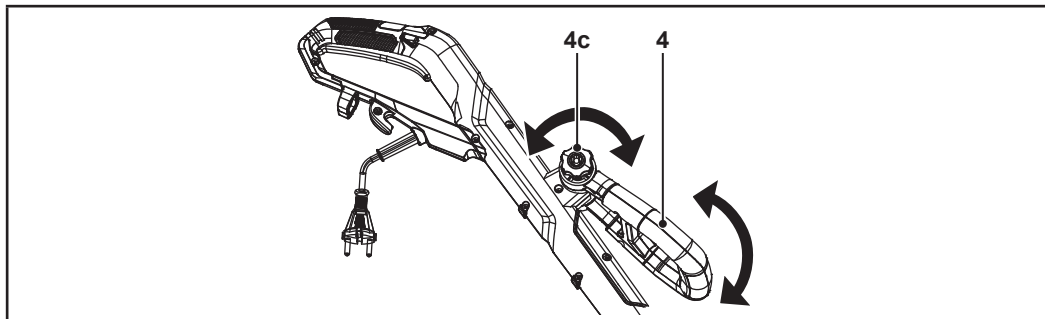

Fig. 4
1. Slăbește roțița de blocare a mânerului auxiliar (4c) (fig. 4).
2. Reglează mânerul auxiliar (4) (fig. 4).
3. Strânge roțița de blocare a mânerului auxiliar (4c) (fig. 4).
4. Asigură-te că mânerul auxiliar (4) este blocat în poziție.